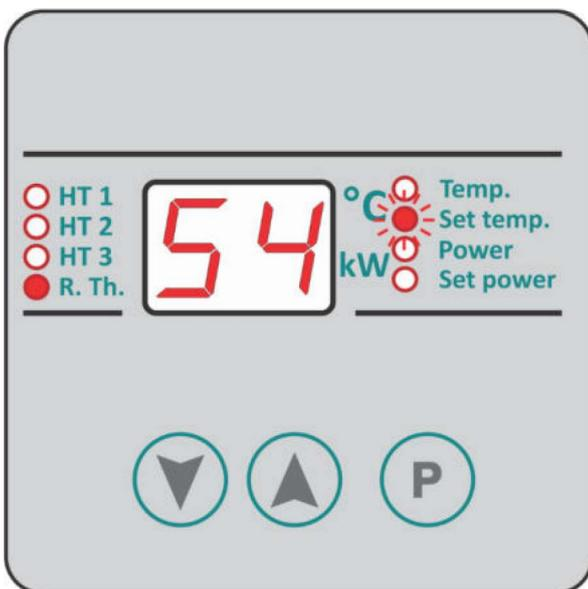

Bild 16: Gegebene Anpassung der Kesseltemperatur
- LED-Diode neben dem Schild „Temp.“ einstellen ist eingeschaltet. Knopf drücken" P", LED-Diode neben dem Schild „Temp.“ einstellen beginnt zu blinken, was bedeutet, dass die vorgegebene Temperatur des Kessels mit der Taste erhöht/verringert werden kann"▼"oder▲(Bild 16). Bei jeder Berührung der Taste wird die vorgegebene Temperatur des Kessels um 1 °C erhöht/verringert. Der Arbeitstemperaturbereich beträgt 10 °C ÷ 80 °C.